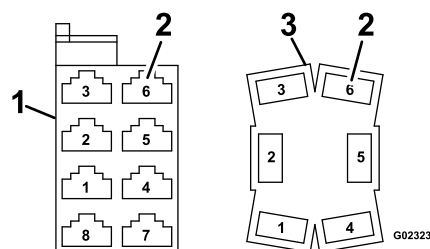

Figure 16
- I. En respectant l'ordre noté précédemment, insérez les fils dans le nouveau connecteur (Figure 16).